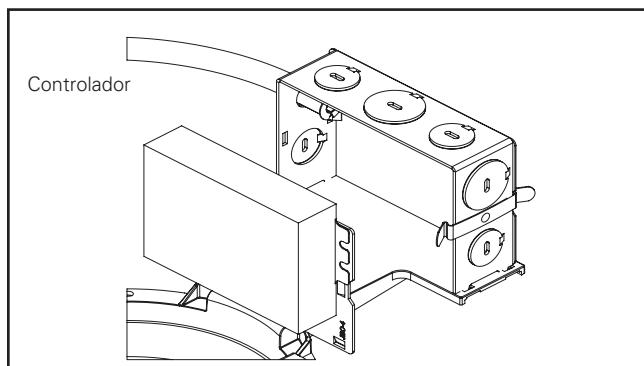

Figura 43.
4. Conecte los cables conductores de suministro a los cables conductores de la caja de empalmes (línea, neutro y tierra) en el accesorio con los conectores. (Figura 43). Cerciórese de no dejar conductores desnudos por fuera de los conectores.
2. Extraiga el controlador y la unidad de la cubierta de la caja de derivación. (Figura 43).